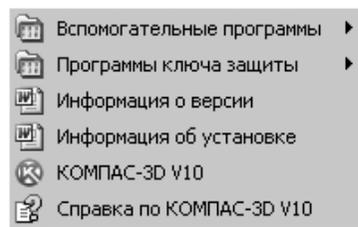

Рис. 1.1. Всплывающее меню для запуска системы **КОМПАС-3D V10**
- щелкните в следующем всплывающем меню по пункту  **КОМПАС-3D V10** (рис. 1.1).